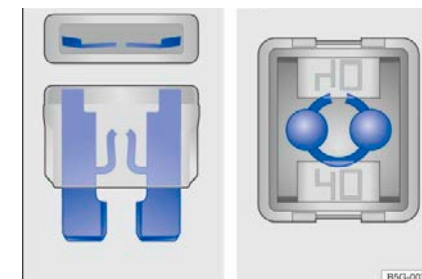

Рисунок 118 Перегоревший предохранитель: ⓘ Плоский предохранитель, ⓘ Предохранитель блочного типа
- Перегоревшие плоские предохранители (ATO®, MINI®) можно определить, наблюдая за состоянием плавления металлического листа внутри прозрачного корпуса, закрывающего металлический лист сверху и сбоку → рис. 118 .
- Предохранитель блочного типа (JCASE®) можно определить по верхней части прозрачного корпуса, чтобы увидеть, не перегорел ли он → рис. 118 .